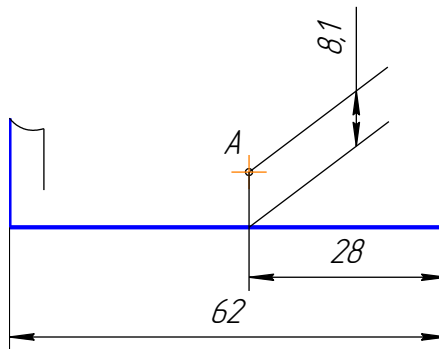

Рисунок 3.24 – Пример нахождения точки
1. По данным размерам находим точку A , через которую пройдет заданный уклон (рисунок 3.24).